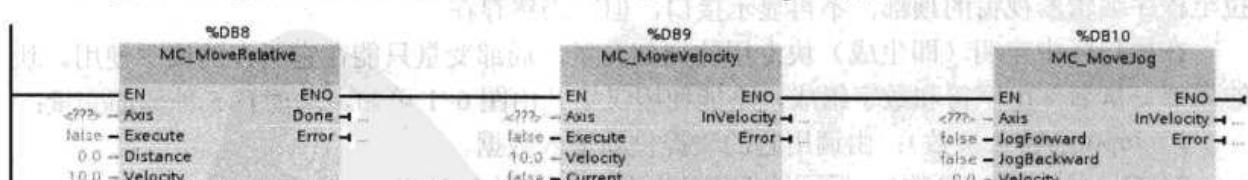

图 5-72 运动控制指令
**MC\_MoveRelative** 指令 (见图 5-72) 启动相对于起始位置的定位运动。